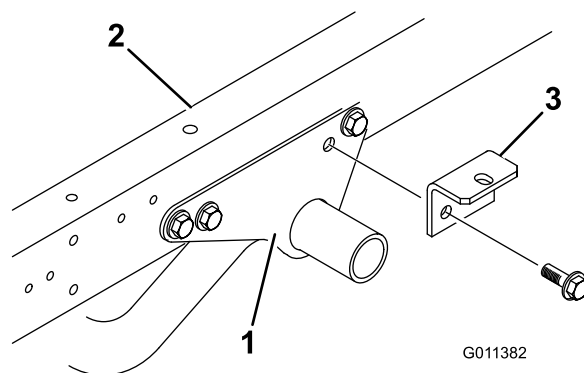

Figure 5
1. Retirez 2 vis à embase et les contre-écrous à embase qui fixent l'arrière de chaque support du bâti moteur de chaque côté du cadre du véhicule (Figure 5).
2. Montez le support de fixation sur chaque support du bâti moteur et sur le cadre du véhicule en serrant légèrement les 2 vis à embase et contre-écrous retirés précédemment (Figure 5).